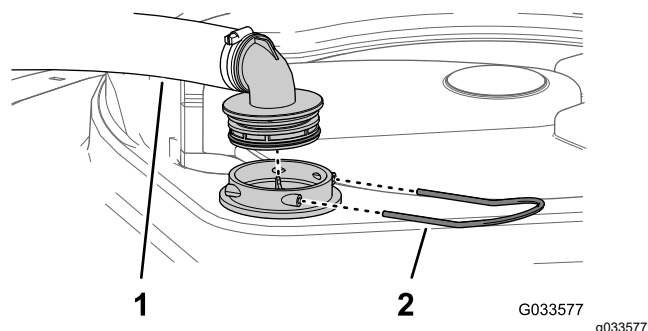

Figura 78
2. La partea de sus a rezervorului de pulverizare, îndepărtați opritorul care fixează racordul de furtun atașat la furtunul mare de la carcasa filtrului (Figura 78).
3. Îndepărtați furtunul și racordul pentru furtun de la carcasa filtrului (Figura 78).